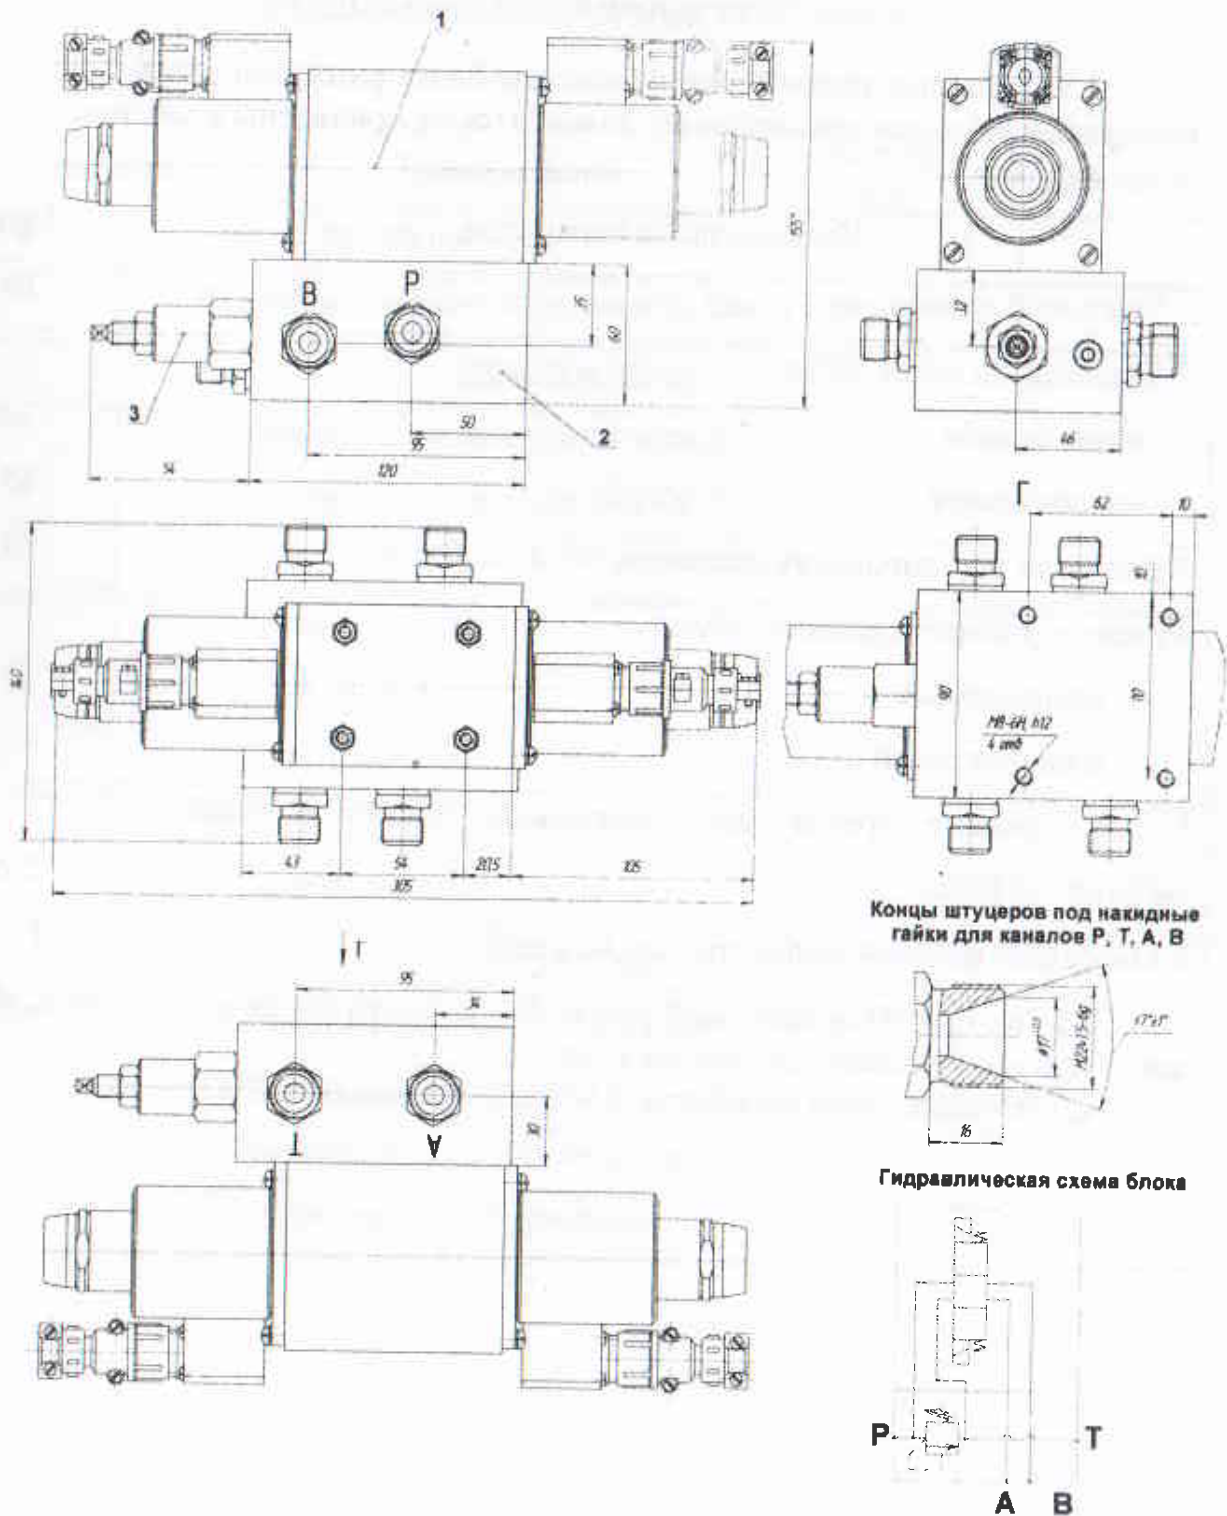

Рис. 1.2. Габаритные и присоединительные размеры блока разгрузки
4.1 Блок разгрузки (рис. 1.2) состоит из гидрораспределителя РЕ 10.3- * (1), установленного на монтажно-коммутационной плите (2) и клапана предохранительного (3). В теле плиты выполнены каналы: для подвода рабочей жидкости -- Р, слива рабочей жидкости в бак --Т, и каналы А и В для отвода рабочей жидкости к исполнительным механизмам.